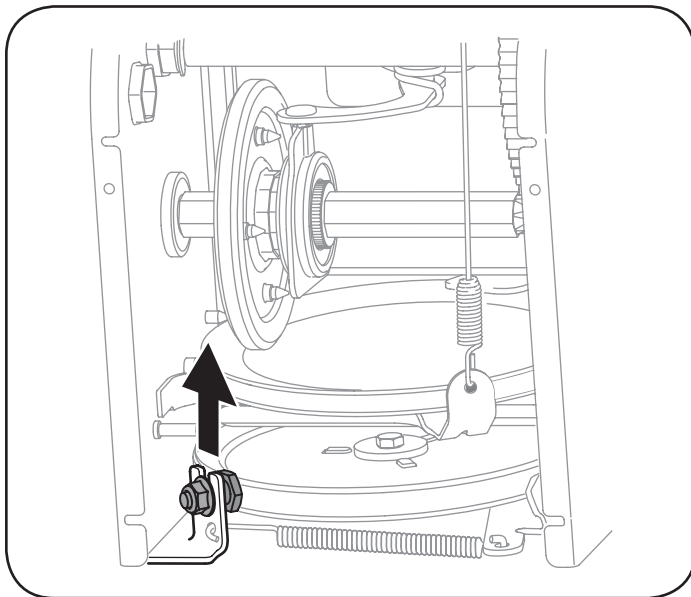
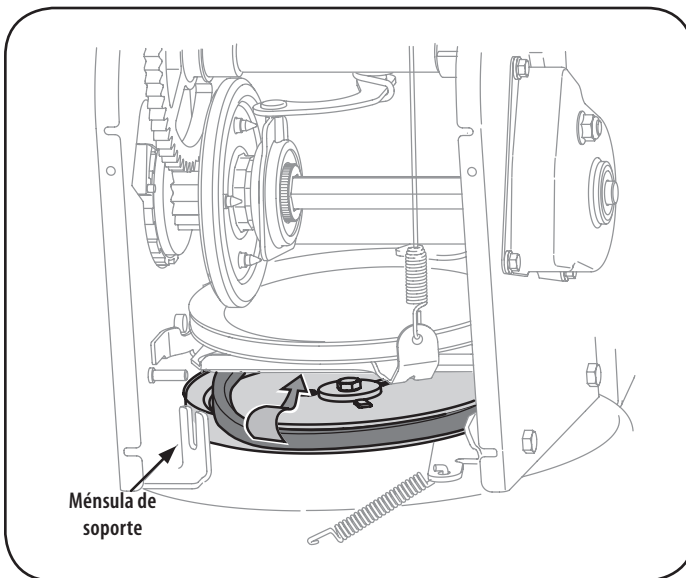

Figura 32
Figura 33
Vea la Figura 33.
8. Retire la correa de alrededor de la polea de la barrena y deslice la misma entre la ménsula de soporte y la polea de la barrena. Vea la Figura 33.
**NOTA:** NO olvide volver a instalar el tornillo con reborde y volver a conectar el resorte al marco tras instalar una correa de la barrena de repuesto. Vea la Figura 32 y Figura 33.